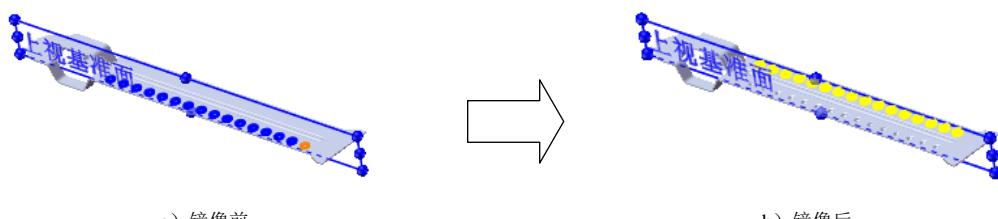

图 15.3.39 镜像 2
(4) 单击按钮, 完成阵列 (线性) 1 的创建。
Step9. 创建图 15.3.39 所示的镜像 2。
(1) 选择命令。选择下拉菜单 **插入(I)** → **阵列/镜向(E)** → **镜向(M)...** 命令。
(2) 定义镜像基准面。选取上视基准面作为镜像基准面。
(3) 定义镜像对象。选择阵列 (线性) 1 作为镜像 2 的对象。
(4) 单击按钮, 完成镜像 2 的创建。